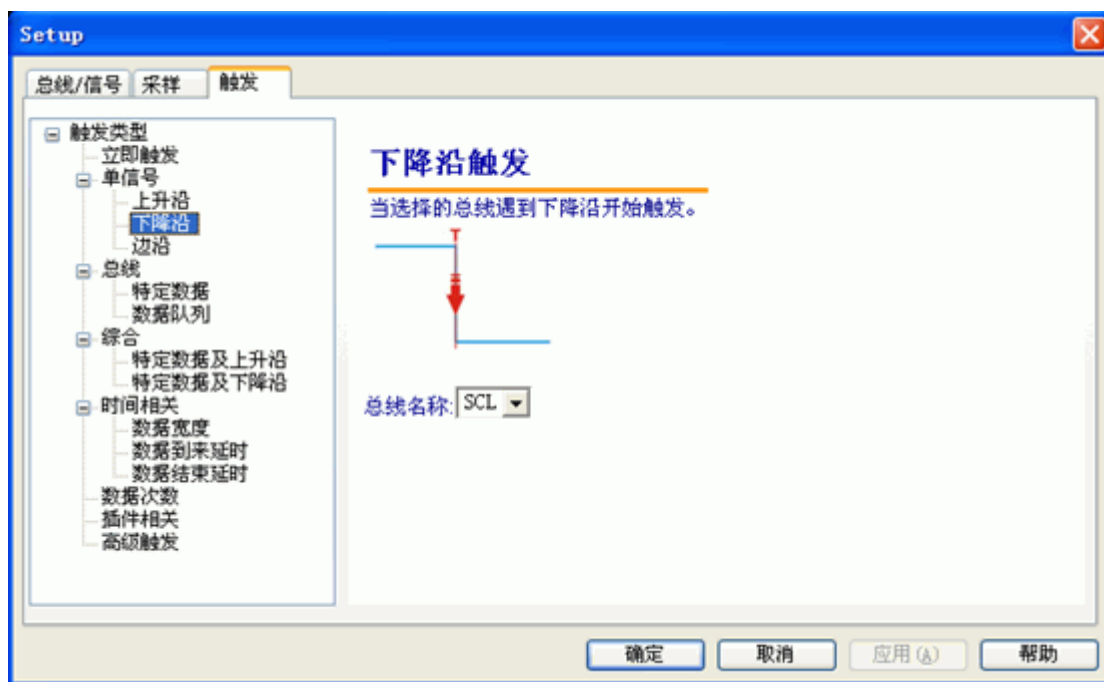

图 9.19 设置触发条件
2. 总线/信号设置完毕后便可设置触发条件了，在该实验中，设定当SCL下降沿到来时触发。如图 9.19所示。